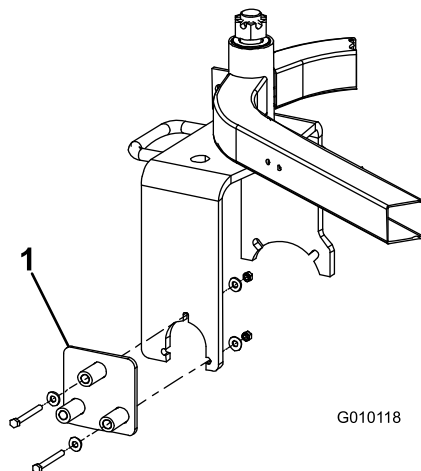

図 1
1. キャスタフォークの右側にドリルガイドを取り付けるボルト5/16 x 3"2本、ワッシャ4枚、ナット4個を使用する 図 1。